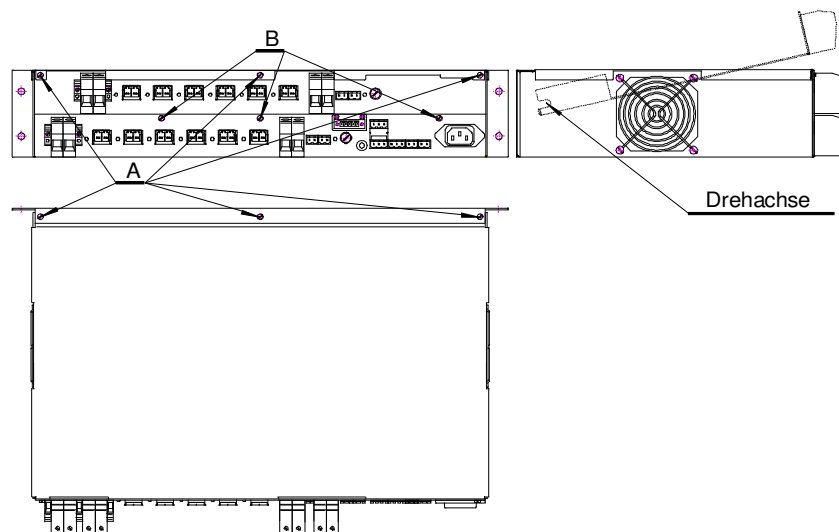

Abb. 7. Zugang zu Sicherungen in einem Netzteil mit einer Höhe von 2 HE.
Ein Netzteil mit einer Höhe von 2 HE Abb.7 verfügt über zwei Verbindungssätze und Sicherungen - den oberen und unteren Satz. Um die oberen Sicherungen zu erreichen, sind die Schrauben zur Befestigung der oberen Abdeckung (A) abzuschrauben. Um die unteren Sicherungen zu erreichen, sind zusätzlich die Schrauben (B) abzuschrauben und der auf diese Art und Weise freigelegte Satz der oberen Sicherungen zu heben.